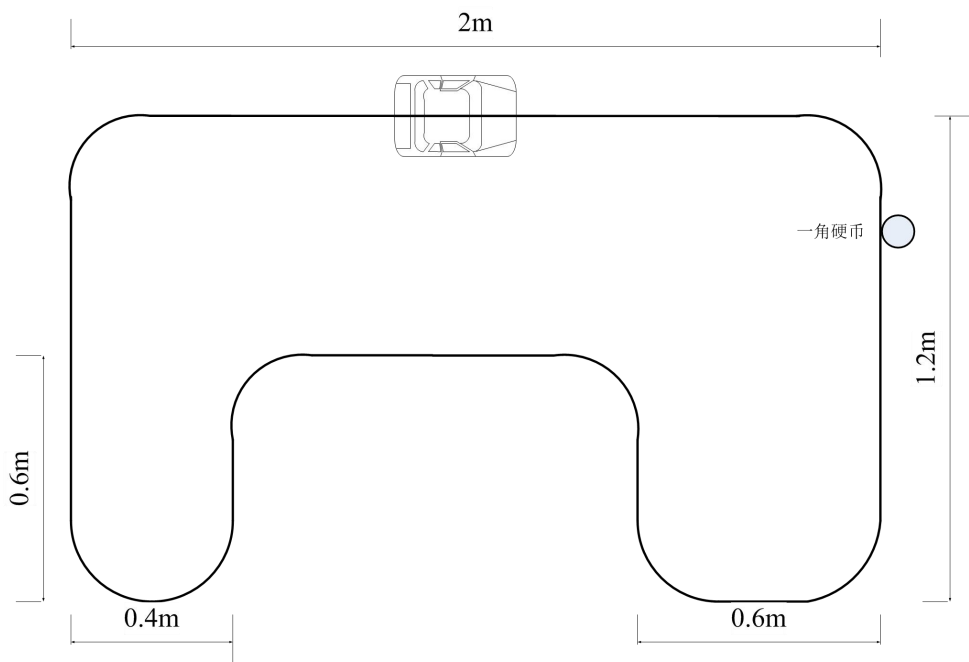

图 1 跑道示意图
设计制作一个自动循迹小车。小车采用一片 TI 公司 LDC1314 或 LDC1000 电感数字转换器作为循迹传感器, 在规定的平面跑道自动按顺时针方向循迹前进。跑道的标识为一根直径 0.6~0.9mm 的细铁丝, 按照图 1 的示意尺寸, 用透明胶带将其贴在跑道上。图中所有圆弧的半径均为为 20cm±2cm。
- (1) 在图 1 小车所在的直线区任意指定一起点(终点), 小车依据跑道上设置的铁丝标识, 自动绕跑道跑完一圈。时间不得超过 10 分钟。小车运行时必须保持轨迹铁丝位于小车垂直投影之下。如有越出, 每次扣 2 分。 (40 分)
- (2) 实时显示小车行驶的距离和运行时间。 (10 分)
- (3) 在任意直线段铁丝上放置 4 个直径约 19mm 的镀镍钢芯硬币(第五套人民币的 1 角硬币), 硬币边缘紧贴铁丝, 如图 1 所示。小车路过硬币时能够发现并发出声音提示。 (20 分)
- (4) 尽量减少小车绕跑道跑完一圈运行时间。 (25 分)
- (5) 其他。 (5 分)
- (6) 设计报告 (20 分)